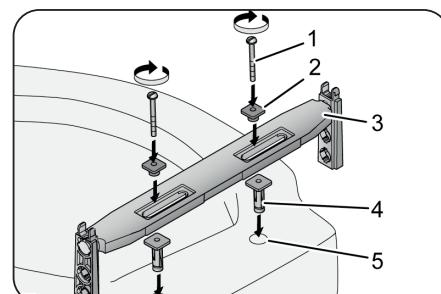

Fig. 6
- Inserire la parte inferiore (4, Fig. 6) di ciascuno dei due tasselli nei fori (5, Fig. 6) del vaso del WC.
- Posizionare il ponte di sostegno (3, Fig. 6) sul bordo posteriore del vaso, in modo che i tasselli si trovino nella guida sul lato inferiore del ponte di sostegno.
- Spingere la parte superiore (2, Fig. 6) di ciascuno dei due tasselli sulla parte inferiore dei tasselli. La parte superiore deve trovarsi nella guida del ponte di sostegno.
- Inserire le viti (1, Fig. 6) nei tasselli e ruotarle in senso orario. In questo modo i tasselli sono distanziati. Serrare le viti con una coppia di serraggio di 3 Nm.